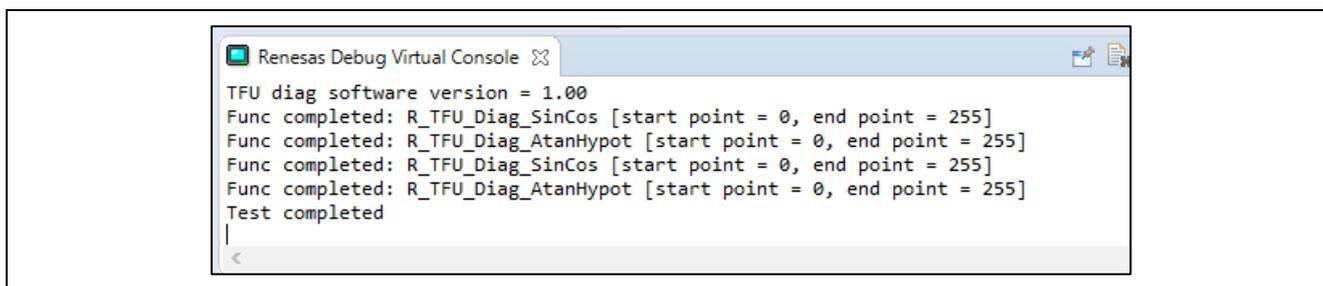

図 3.1 結果メッセージ（故障検出なし）
- 実行が故障検出なしに終了した場合、図 3.1 に示されるメッセージが、e2 studio 環境ではルネサスデバッグコンソール、EWRX 環境ではターミナル I/O に表示されます。